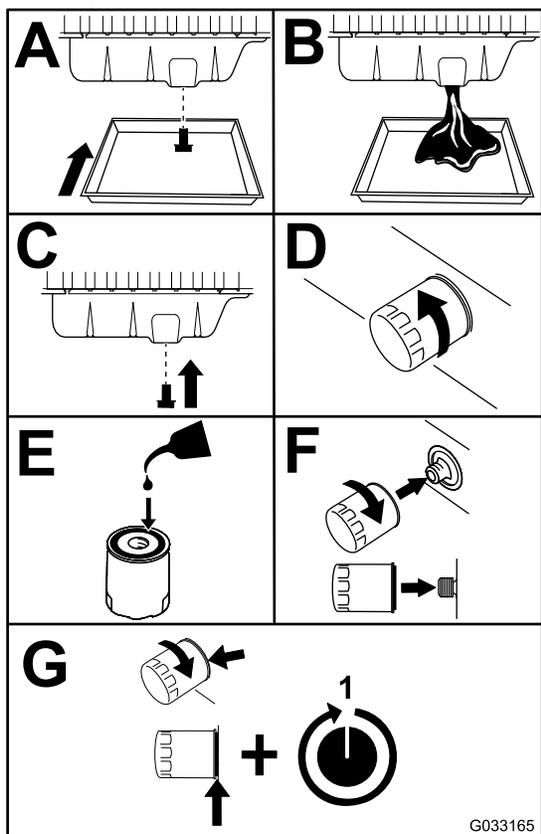

Рисунок 53
3. Замените моторное масло и масляный фильтр (Рисунок 53).